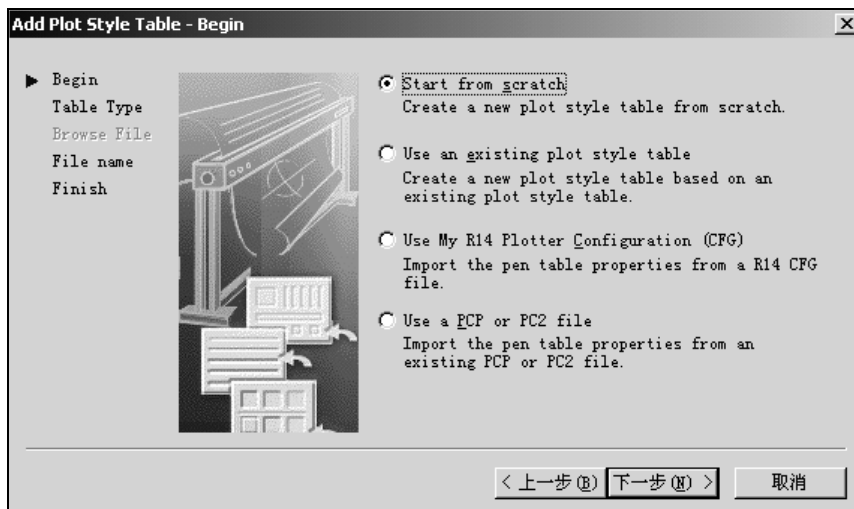

图 10-15 Add-Plot Style Table – Begin 对话框
2) 在 Add-Plot Style Table Wizard 对话框中，单击“下一步”按钮，将弹出如图 10-15 所示的 Add-Plot Style Table – Begin 对话框。在该对话框中，用户可以确定所要创建的样式文件的类型。对话框中有 4 个单选按钮。